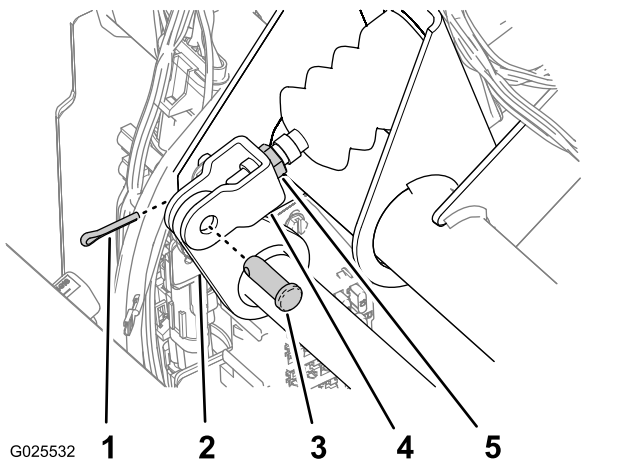

図 76
4. ヨークをマスターシリンダ・シャフトに固定しているジャムナットをゆるめる 図 76。
5. ヨークを調節してヨークの穴とブレーキペダルのピボットの穴を揃える 図 76。
6. ヨークをペダルのピボットに固定する クレビスピンとコッターピンを使用 図 76。
7. ヨークをマスターシリンダのシャフトに固定しているジャムナットを締める 図 76。
2. マスターシリンダのヨークをブレーキペダルのピボットに固定しているコッターピンとクレビスピンを取る 図 76。